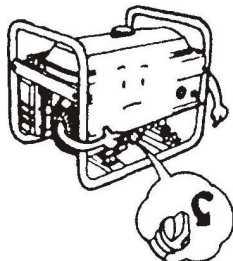

Figura 9
3.1.1 Saque el tapón de llenado de aceite y limpie el aforador (Figura 9)